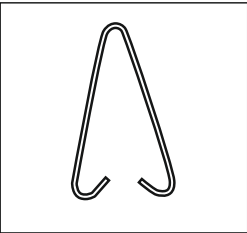
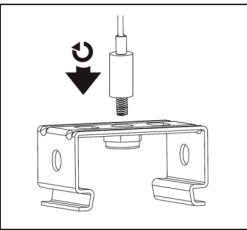

Рис. 5
Рис. 6
5.17 Для установки осветительного прибора на подвесы используйте скобы (2 шт. – рис. 5) для подвешивающего монтажа (входят в комплект поставки) или тросовую систему подвеса (рис. 6) (в комплект поставки не входит и приобретается отдельно).